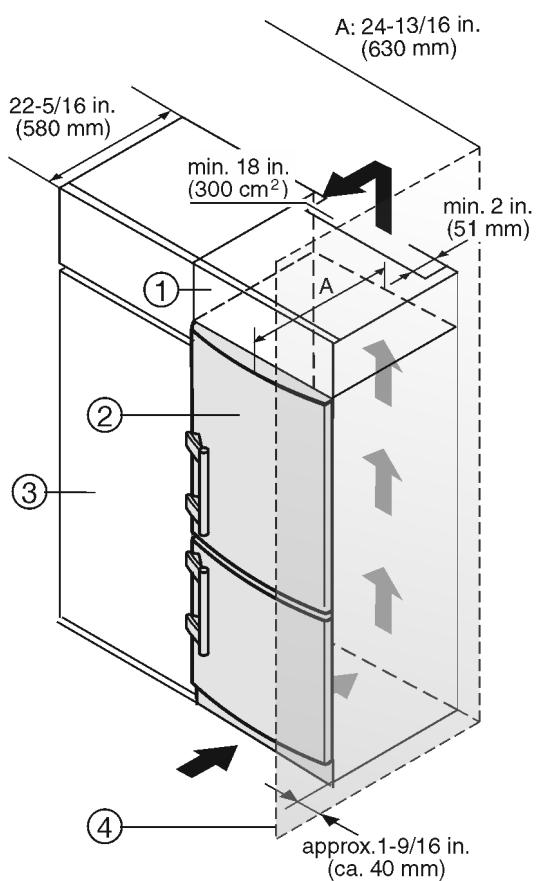

Fig. 33
- (1) Armario superior
- (2) Aparato
- (3) Armario de cocina
- (4) Pared
El aparato se puede rodear de muebles de cocina. Para adaptar el aparato Fig. 33 (2) a la altura del mueble de la cocina se puede colocar sobre el aparato un armario superior Fig. 33 (1) adecuado y acorde con el mobiliario.
Si la cocina posee armarios (profundidad máx. 22-27/32 " (580 mm)) el aparato se puede instalar directamente junto al armario de la cocina Fig. 33 (3). Desde el lateral, la puerta del aparato queda a 1-11/32 " (34 mm) de la parte frontal del armario de cocina, y desde el centro del aparato, a 1-31/32 " (50 mm). Por tanto, se puede abrir y cerrar sin problemas.
Si el aparato se instala con las bisagras junto a una pared Fig. 33 (4), la distancia entre el aparato y la pared debe ser de como mínimo 1-9/16 " (40 mm). Esto equivale al saliente del tirador con la puerta abierta.